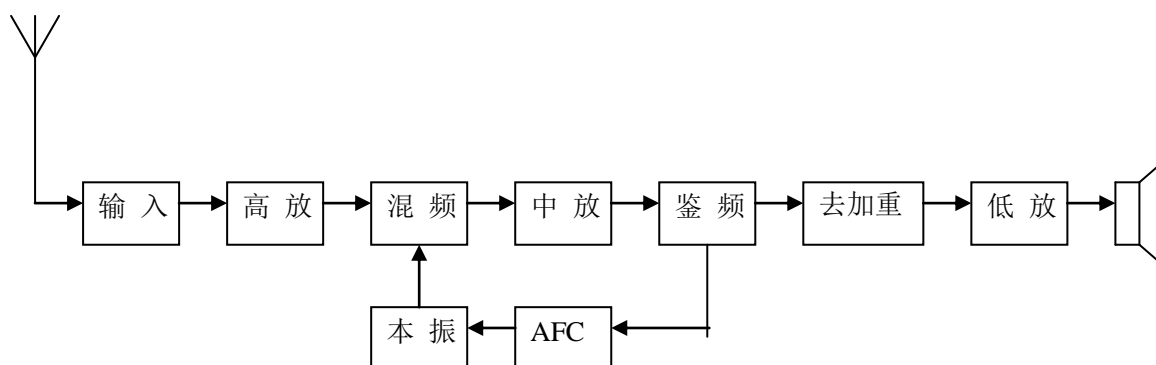

图 3-5 调频收音机原理框图
该接收机就是一台 FM 收音机。调频 (FM) 收音机由输入回路、高放回路、本振回路、混频回路、中放回路、鉴频回路、立体声解调回路和双声道音频放大回路组成。如图 3-5 所示：